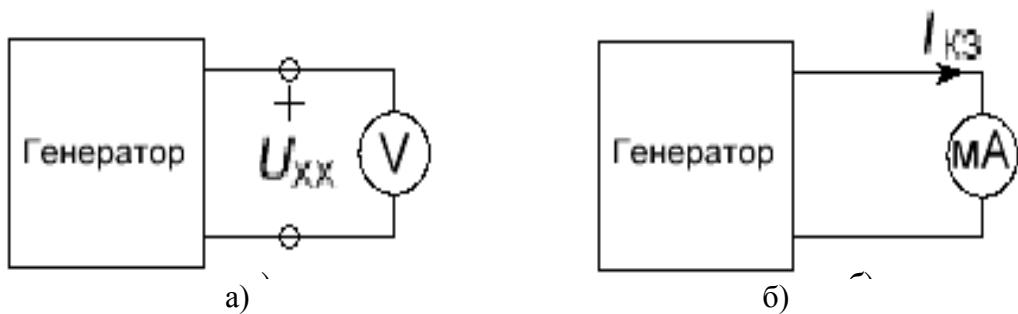

Рис. 1.3
2.1. Измерьте напряжения холостого хода (рис. 1.3,а), токи короткого замыкания (рис. 1.3,б) и рассчитайте внутренние сопротивления обоих генераторов, входящих в состав макета рабочей стойки, по формуле $R_i = U_{XX}/I_{K3}$.